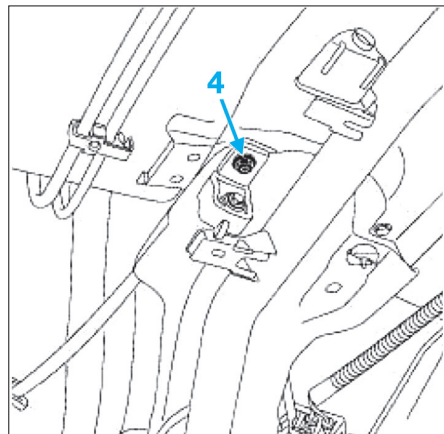

Fig. 15
- Tirer le loquet (2) .
- Soulever l'ensemble (3) pour extraire le câble au niveau des arrêts de gaines.
- la vis de fixation (4) du tube d'échappement (Fig.15),